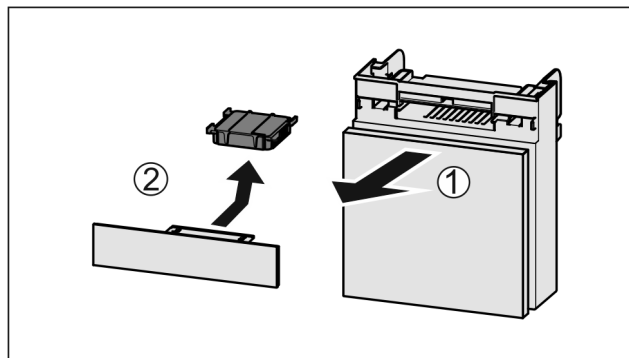

Fig. 38
- ▶ Издърпайте Fig. 38 (1) напред отделението.
- ▶ Извадете Fig. 38 (2) филтъра с активен въглен.